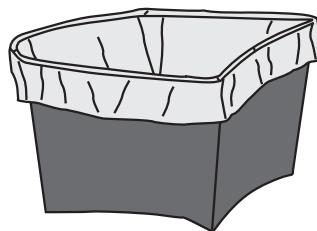

Fig. 6
- ⚠ **Sugerencia** (sólo para los modelos ES500, ES500S y ES700): para reducir al mínimo las operaciones de limpieza, aconsejamos que se coloque una bolsita de plástico biodegradable dentro del contenedor de residuos doblando el borde de la misma hacia la parte exterior de dicho contenedor (véase Fig. 6). Utilizando este sistema, cuando se acaben las operaciones, se podrán tirar directamente los residuos en los contenedores para desechos húmedos.
Sugerencia (sólo para los modelos ES500, ES500S y ES700): para reducir al mínimo las operaciones de limpieza, aconsejamos que se coloque una bolsita de plástico biodegradable dentro del contenedor de residuos doblando el borde de la bolsita hacia la parte externa de dicho contenedor (véase Fig. 6). Utilizando este sistema, al cabo de las operaciones se podrán tirar directamente los residuos en los contenedores de desechos húmedos.